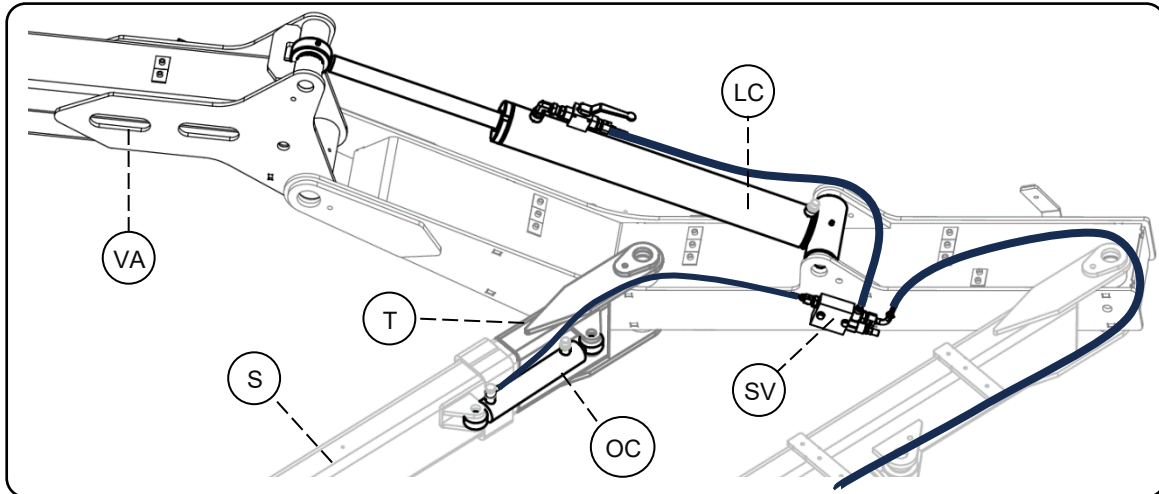
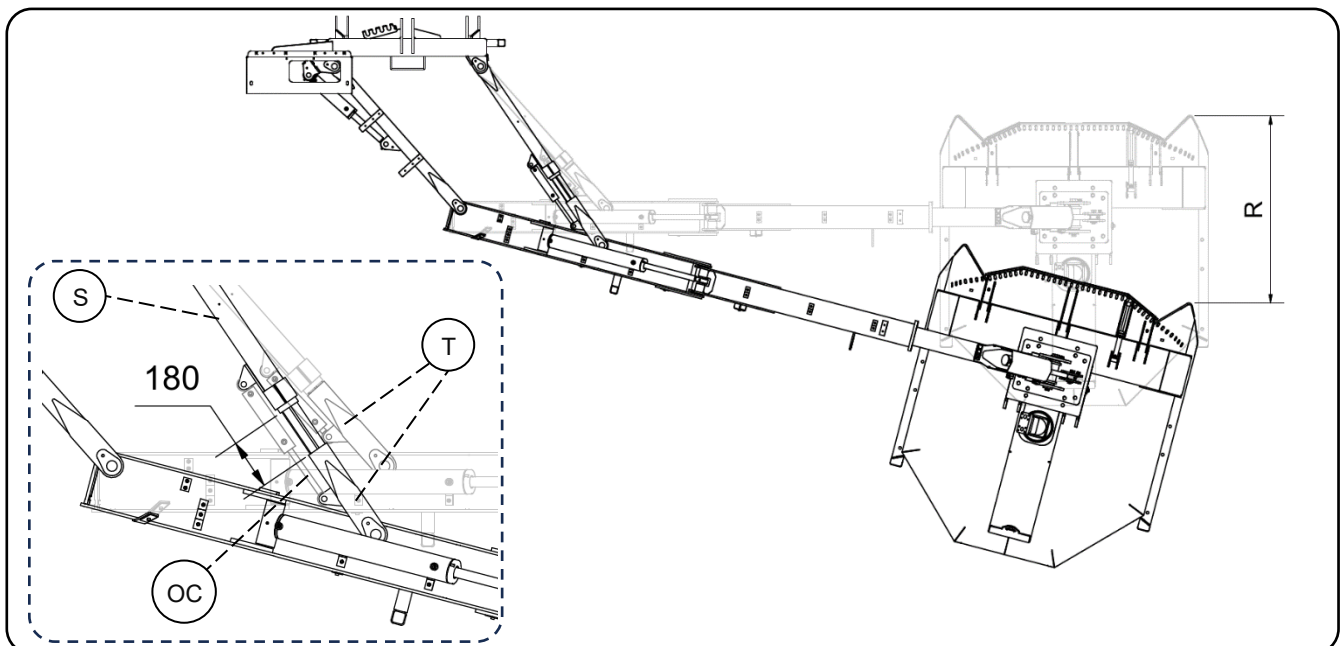

Bild.20
Bild.21
Maskinen är utrustad med en hydraulisk påkörningsskydd som gör att när klipp huvudet stöter emot ett hinder så kan det röra sig bakåt ( $R = \text{Max } 130\text{cm}$  – se Bild.21) samtidigt som olja från påkörningscylin dern (OC) via en säkerhetsventil (SV) går över till lyftcylindern (LC) som gör att vipparmen (VA) med klipp huvudet höjs – se Bild.20. Anordningen är konstruerad så att den återgår till tidigare arbetsläge efter att hindret passerats alt. när klipp huvudet lyfts upp.
**Det är viktigt att svängarmen (S) och teleskopsarmen (T) smörjs enligt avsnitt 4.12.**
Om föraren inte hinner stanna upp innan slaglängden (180mm – se Bild.21) på cylindern tar slut så kan även cylinderns öra/kolvstång brista. Detta är medveten konstruktionslösning för att ge mindre mekanisk påverkan på maskinens övriga komponenter och parallellarmar (svängarmar).